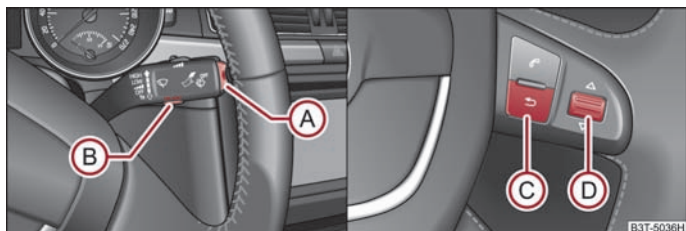

Abb. 19 Multifunktionsanzeige: Bedienelemente am Scheibenwischerhebel / Bedienelemente am Multifunktionslenkrad
Das Umschalten des Speichers erfolgt mit Hilfe der Taste **B** → Abb. 19 auf dem Scheibenwischerhebel oder mit Hilfe der Taste **D** auf dem → Abb. 19 Multifunktionslenkrad.
Die Wipptaste (A) ⇒ Abb. 19 und die Taste (B) befinden sich am Scheibenwischerhebel. Das Umschalten und Zurücksetzen am Multifunktionslenkrad erfolgt mit dem Rändelrad (D) ⇒ Abb. 19.
Sinkt die Außentemperatur unter +4 °C, erscheint vor der Temperaturanzeige ein Schneeflockensymbol (Warnsignal für Glatteis) und es ertönt ein Warnsignal. Nach dem Drücken der Wipptaste (A) am Scheibenwischerhebel ⇒ Abb. 19 bzw. der Taste (C) am Multifunktionslenkrad ⇒ Abb. 19 wird die Funktion dargestellt, die zuletzt angezeigt wurde.
Im Display erscheint die Fahrzeit, die seit dem letzten Löschen des Speichers vergangen ist. Wenn Sie die Fahrzeit von einem bestimmten Zeitpunkt an messen möchten, müssen Sie zu diesem Zeitpunkt den Speicher auf Null setzen, durch Drücken der Taste (B) am Scheibenwischerhebel ⇒ Abb. 19 oder des Rändelrads (D) am Multifunktionslenkrad ⇒ Abb. 19 für länger als 1 Sekunde.
Wenn Sie den durchschnittlichen Kraftstoffverbrauch für einen bestimmten Zeitabschnitt messen möchten, müssen Sie zu Beginn der Messung den Speicher mit der Taste **(B)** am Scheibenwischerhebel, ⇒ **Abb. 19** oder mit dem Rändelrad **(D)** am Multifunktionslenkrad ⇒ **Abb. 19** auf Null setzen. Nach dem Löschen erscheinen im Display auf den ersten 100 m Fahrstrecke Striche.
Im Display erscheint die zurückgelegte Fahrstrecke, die seit dem letzten Löschen des Speichers ⇒ Seite 19 vergangen ist. Wenn Sie die zurückgelegte Fahrstrecke von einem bestimmten Zeitpunkt an messen möchten, müssen Sie zu diesem Zeitpunkt den Speicher mit der Taste **(B)** am Scheibenwischerhebel ⇒ **Abb. 19**, oder des Rändelrads **(D)** am Multifunktionslenkrad ⇒ **Abb. 19** auf Null setzen.
Im Display wird die durchschnittliche Geschwindigkeit in km/h seit dem letzten Löschen des Speichers angezeigt ⇒ Seite 19. Wenn Sie die durchschnittliche Fahrgeschwindigkeit für einen bestimmten Zeitabschnitt messen möchten, müssen Sie zu Beginn der Messung den Speicher mit der Taste **(B)** am Scheibenwischerhebel ⇒ **Abb. 19** oder mit dem Rändelrad **(D)** am Multifunktionslenkrad ⇒ **Abb. 19** auf Null setzen.
- Wählen Sie mit der Taste **(A)** am Scheibenwischerhebel ⇒ **Abb. 19** oder mit dem Rändelrad **(D)** am Multifunktionslenkrad ⇒ **Abb. 19** den Menüpunkt **Warnung bei Geschwindigkeitsüberschreitung**.